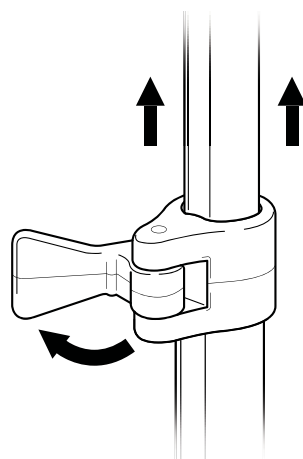

FIGURA 4
1. Libere la traba de extensión que se encuentra justo debajo de la SECCIÓN 1 girando la bisagra hacia afuera según se indica. Luego, podrá extender/retraer la SECCIÓN 1 (FIGURA 4).